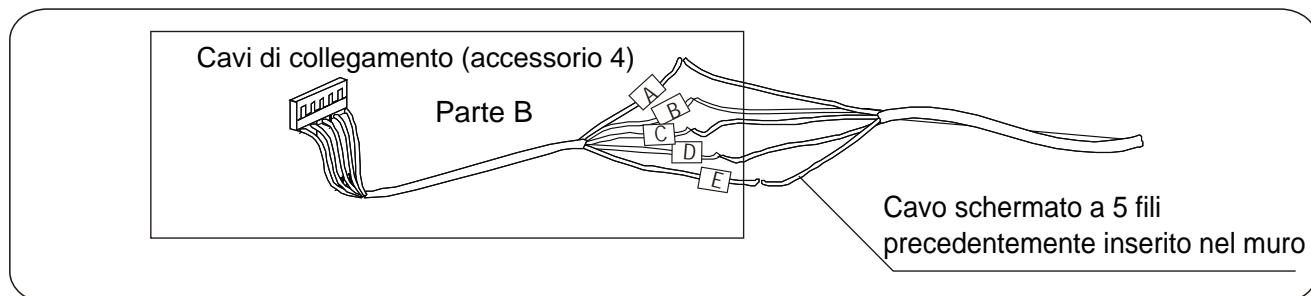

Figura 3.8
- 2) Collegare l'estremità tagliata della parte B dei cavi di collegamento al cavo schermato a 5 fili precedentemente inserito nel muro (vedi Figura 3.8).